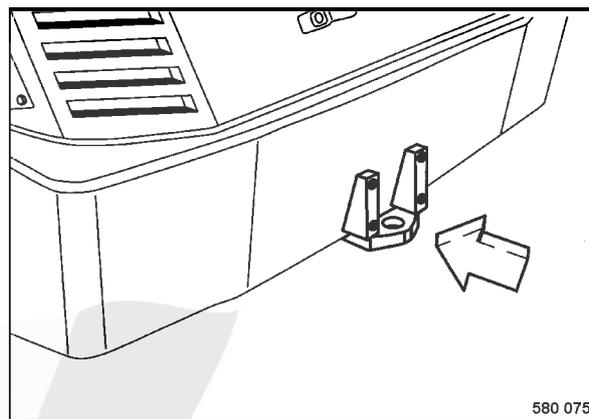

fig. 74
- Accrocher la barre de remorquage dans l'anneau arrière (fig. 74).